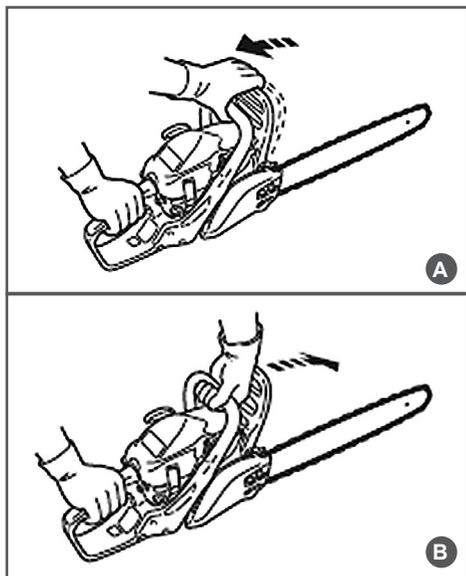

Рис. 7 Проверка механического тормоза цепи
Тормоз цепи выключен (цепь может вращаться), когда ручка тормоза взведена (Рис. 7А).
Тормоз цепи включен (цепь не имеет возможности вращаться), когда ручка тормоза находится в отжатом положении (Рис. 7В).
3. Используя тормоз цепи, переместить левое запястье от себя и нажать им на ручку тормоза, не отпуская рукой переднюю рукоятку бензопилы (Рис. 7В).
6. Введите ручку тормоза (Рис. 7А).